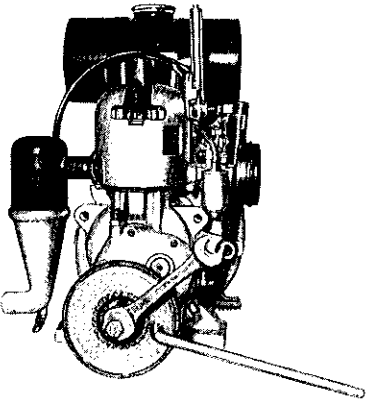

Bild 4. Kupplung abziehen
3. Kupplung abziehen (Bild 4).